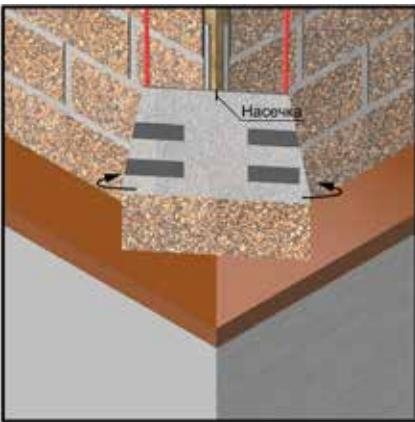

Рис. 19 Монтаж нижнего углового элемента.
8.2.8 Угловые элементы необходимо монтировать на внешние углы снизу вверх. Приложите угловой элемент к внешнему углу таким образом, чтобы насечка углового элемента совпадала с линией внешнего угла (рис. 19).